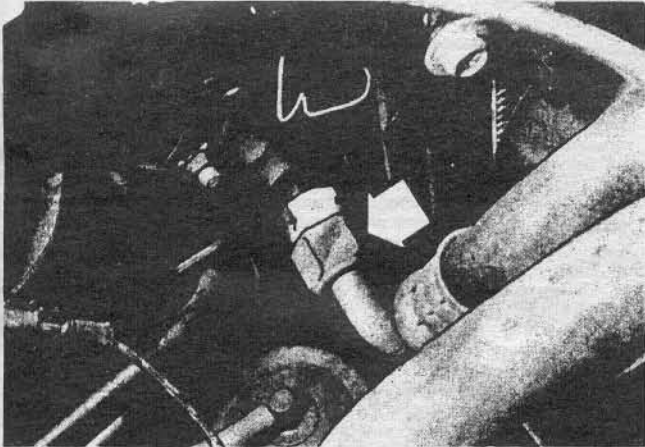

Рис. 16.4 Верхнее крепление шланга (стрелка) имеет доступ из моторного отсека с левой стороны радиатора. При съеме крепления используйте два ключа.
4. Снимите решетку радиатора и капот двигателя (на моделях с передним креплением капота см. Главу 11) для доступа к конденсатору. Отсоедините верхние и нижние крепления (см. рис. 16.4). Сразу же заткните отверстия трубопроводов для предохранения от попадания грязи.